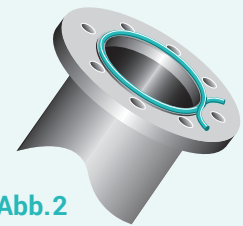

Abb. 2
- Schneiden Sie anschließend ca. 1 cm überstehendes Material ab. Hierfür können Sie ein scharfes Messer oder eine Schere verwenden (Abb. 2).